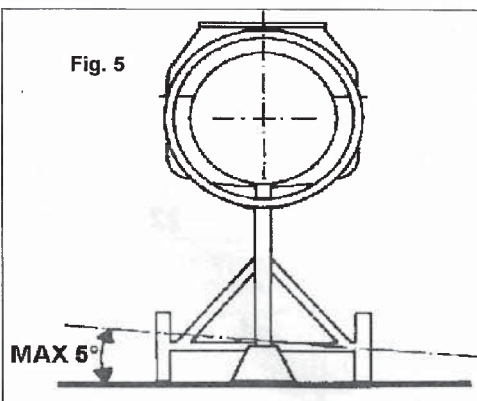

Fig. 6
15. TENSADO DE LA CORREA (fig. 6)
16. SUSTITUCIÓN DE LA CORREA (fig. 6)